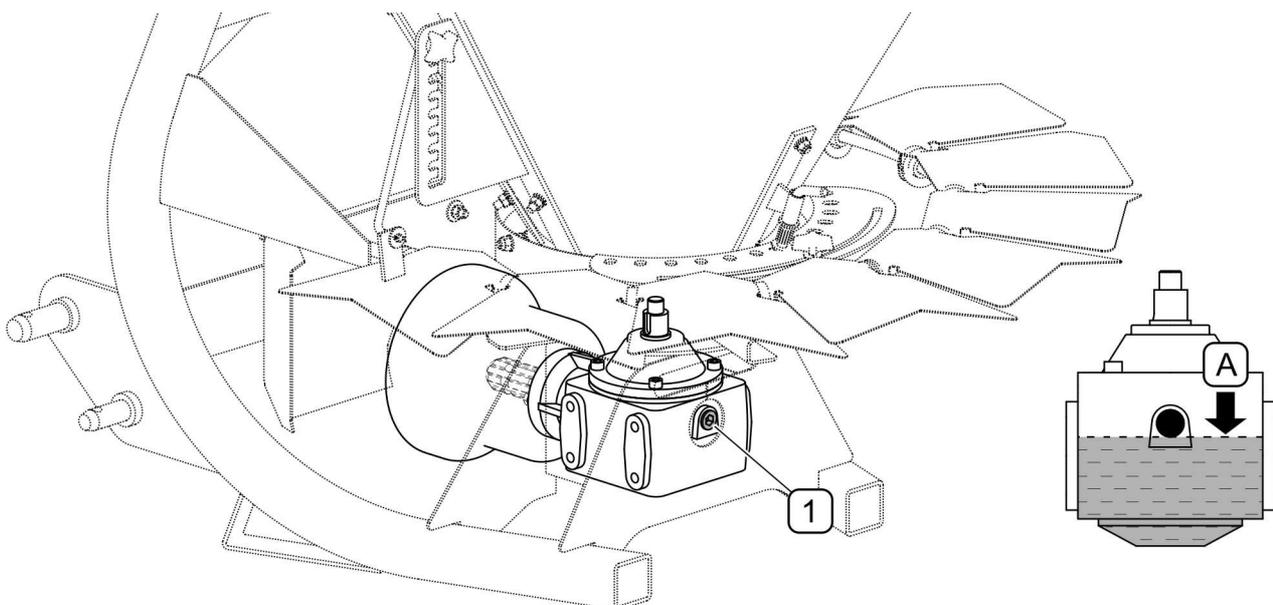

Abb. 5.1 Prüfung und Wechsel von Öl im Kegelradgetriebe
- Die Verschlusschraube (1) herausschrauben (Abb. 5.1),
- Der Ölstand (A) muss bis zum unteren Rand der Schraubenöffnung (1) reichen,
- bei Bedarf Öl bis zum geforderten Niveau nachfüllen (A),
- Die Schraube (1) herausschrauben (Abb. 5.1),
- Die Maschine waagrecht aufstellen und das Öl bis zum geforderten Stand (A) auffüllen,
- Die Schraube (1) einschrauben.